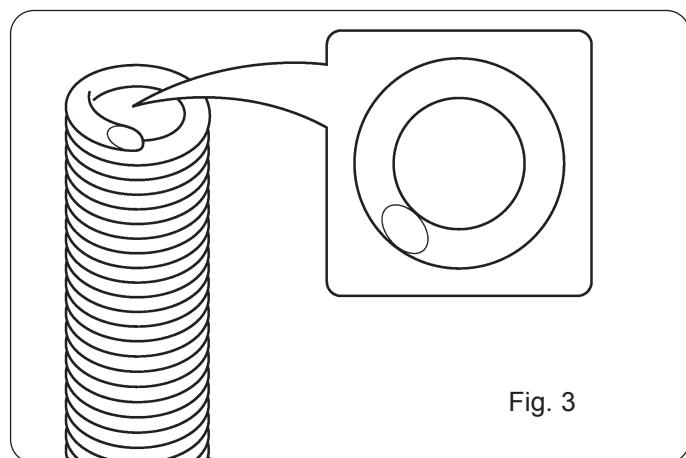

Fig. 3
- Træk trådlederen ud, klip enden af på det mål, der blev fastlagt forudgående (se fig. 2). Afklipningen skal foretages med et meget skarpt instrument, således at der ikke findes grater der standser trådens gennemgang (se fig. 3).